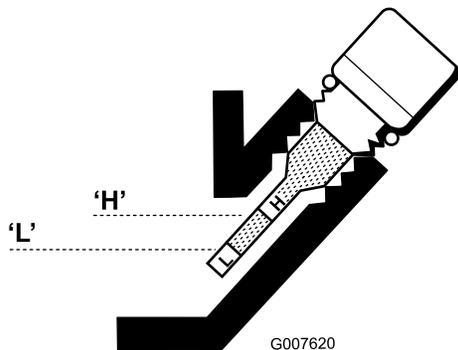

图30
6. 如果油位较低、请添加足够的机油、使油位升到量油尺的“H”与“L”标记之间图30。检查机油油位。